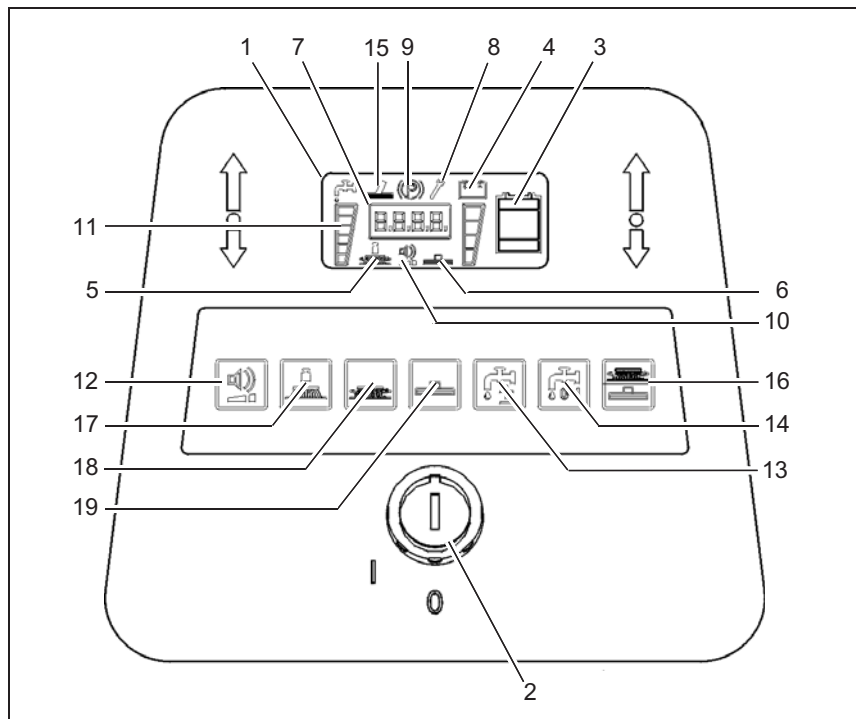

Abb.4
2. Mit dem Taster (Abb. 4/16) die Maschine in Betriebsbereitschaft set-
4. Ggf. Bürstenandruck mit Taster (Abb. 4/17) und Frischwassermenge mit Taster (Abb. 4/13) einstellen.
Anzeigefeld (Abb. 4/1)
Schlüsselschalter (Abb. 4/2)
Ladegerätanzeige (Abb. 4/3)
TSG-Anzeige (Abb. 4/4)
Symbol Bürstenantrieb (Abb. 4/5)
Symbol Saugturbinenantrieb (Abb. 4/6)
Betriebsstundenzähler (Abb. 4/7)
Serviceanzeige (Abb. 4/8)
Symbol für Feststellbremse (Abb. 4/9)
Symbol für Silence Kit (Option) (Abb. 4/10)
Symbol für Frischwasserdosierung (Abb. 4/11)
Taster für Silence Kit (Option) (Abb. 4/12)
Taster für Frischwasserdosierung (Abb. 4/13)
Taster für Frischwasserezufuhr Ein/Aus (Abb. 4/14)
Symbol für Scheuersaugtool (Option) (Abb. 4/15)
Taster für Bürstenantrieb und Saugturbine (Abb. 4/16)
Taster für Saugfuß und Saugturbine (Abb. 4/19)
Taster für Bürstenandruckverstellung (Abb. 4/17)
Taster für Bürstenantrieb (Abb. 4/18)